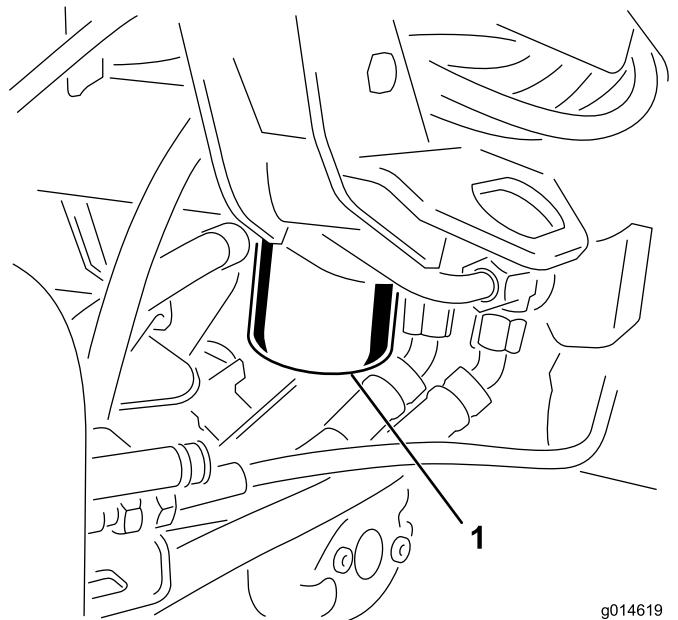

Figure 54
1. Nettoyez la zone autour de la surface de montage du filtre (Figure 54). Placez un bac de vidange sous le filtre et enlevez le filtre.